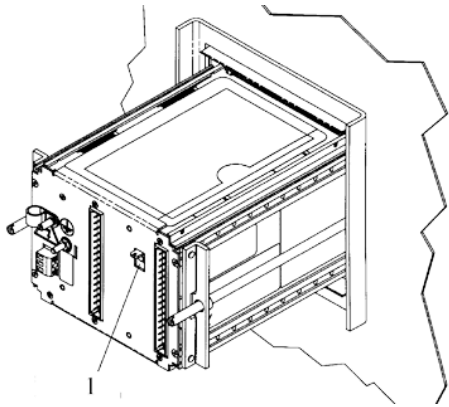
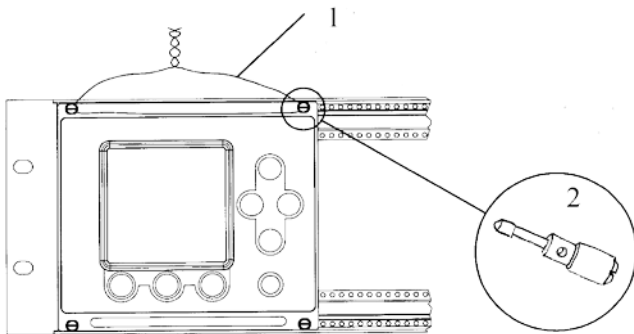

Figure 4. Altus 3500
Figure 5. Transmitter 3500; Rack-Mount: |
- For the rack-mounted RFT9739 version 3, the housing of the transmitter is sealed with a “wire and lead” type seal to the mount to prevent access to the switches (See **Figure 5**).
- Pour modèle RFT9739 version 3, monté sur place, le boîtier du transmetteur est scellé avec un fil métallique et un plomb afin d'interdire l'accès aux commutateurs (Voir **Figure 5**).
- for Altus model 3500 rack / panel mount transmitter, the security switch, located on the back panel, is enabled by toggling it to the up position, See **Figure 4** and **Figure 5** for sealing
- Pour le transmetteur Altus 3500 monté sur support / panneau, le commutateur de sécurité, sur le panneau arrière, est activé en le basculant vers le haut. Voir **Figure 4** et **Figure 5** pour le scellage